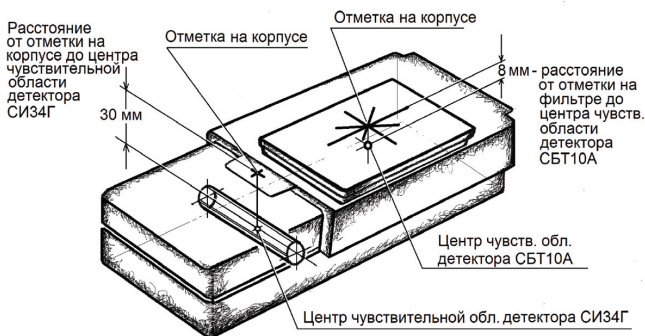

Рис. 7
5.1.5. При проведении поверки дозиметров-радиометров МКГ-01-1/1 и МКГ-10/10 измерения проводятся как для прибора, так и для внешнего детектора. (Рис.7)
При определении основной погрешности дозиметра-радиометра центр чувствительной области детектора должен располагаться в поверочной точке на центральной оси пучка излучения дозиметрической установки. Центры чувствительной области детекторов указаны на рис.7. Дозиметр-радиометр или внешний детектор должен устанавливаться перпендикулярно оси пучка излучения.